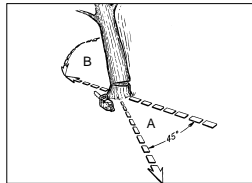

Abb. 12
ACHTUNG: Vor dem Schneiden sollte ein Rückzugspfad (A) geplant und freigelegt werden. Der Rückzugspfad sollte nach hinten und diagonal zur Rückseite der erwarteten Fallrichtung verlaufen, wie in Abb. 12 dargestellt ist.
ACHTUNG: Wenn der Fallschnitt sich dem Ankerpunkt nähert, beginnt der Baum zu fallen. Sobald der Baum zu fallen beginnt, ziehen Sie die Säge aus dem Schnitt heraus, stoppen Sie den Motor, legen Sie die Kettensäge ab und verlassen Sie den Bereich über den Rückzugspfad (Abb. 12).